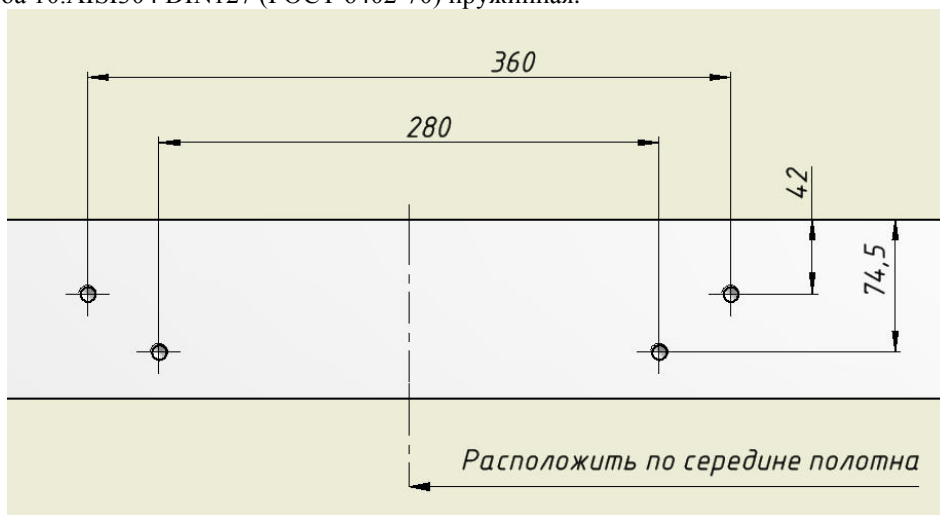
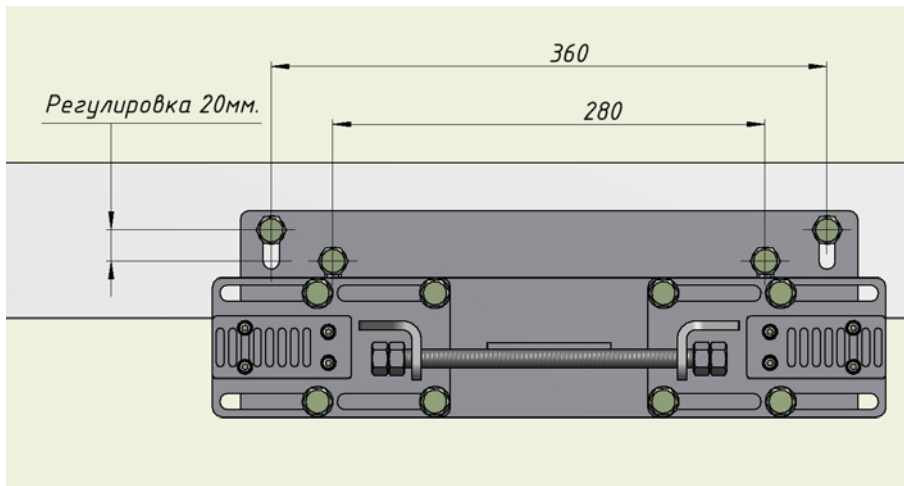

Рис.5
Рис.6
2.9. Разметить и просверлить отверстия на верхнем торце двери (Рис.5). Если отверстия выполнены на заводе изготовителе (Рис.6), то следует использовать следующий крепеж:
Внимание! Расположение для двери в среднем положении указано на рис. 5а.